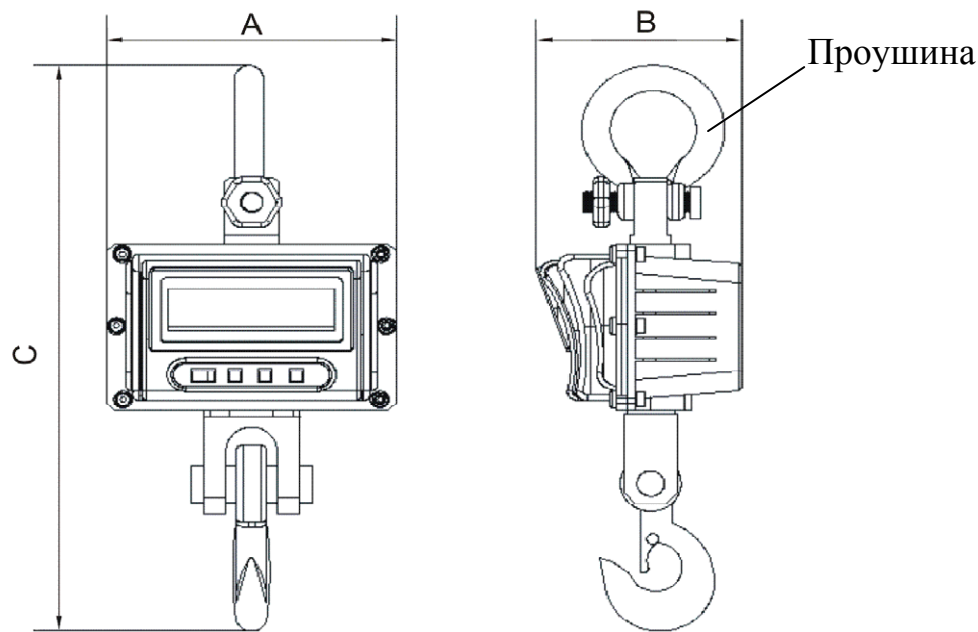

Рис. 3.1 - Габаритные размеры весов
- 3.10 Габаритные размеры и значения массы весов приведены на Рис. 3.1 и в Табл. 3.2.